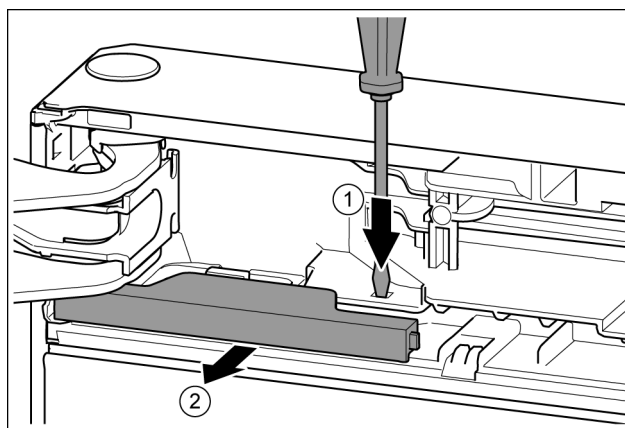

Fig. 14
- ▶ S ploščatim izvijačem potisnite spono. Fig. 14 (1)
- ▶ Izvalcite pokrov iz zaskoka. Fig. 14 (2)